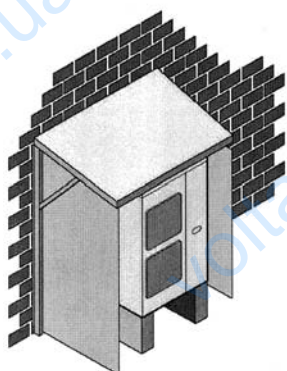

Рис. 1: конструкция для защиты от действия ветра и снега
- Никогда не устанавливайте наружный блок в местах, где его сторона всасывания (левая или задняя) будет подвержена воздействию ветра и снега. (См. информационный лист "Установка и место для технического обслуживания" и рис. 1)